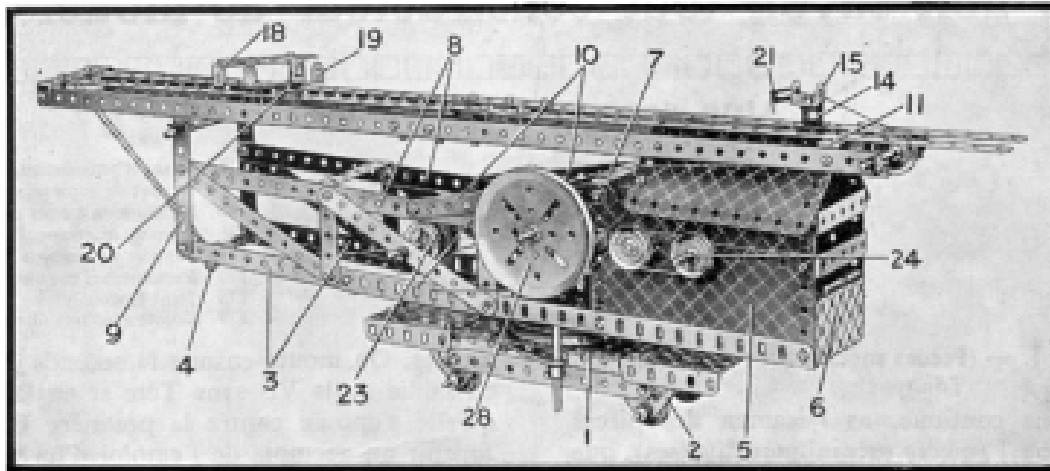

Fig. 3. Machine à enfoncer les pieux en ordre de marche.
Celui-ci consiste en une Plaque à Rebords de 14×6 cm. à chaque extrémité de laquelle est fixée une Plaque à Rebords de 9×6 cm. Ces deux dernières Plaques sont reliées à l'aide de deux Bandes de 14 cm., dont on voit l'une (1) sur la figure 3. Deux Embases Triangulées Plates 2 sont fixées à un côté de la grande Plaque à Rebords dont le côté opposé est muni de deux Embases Triangulées Coudées fixées à l'aide de Supports Plats. Ces Embases sont réunies par des Bandes de 14 cm. et portent des Tringles de 9 cm., sur lesquelles sont montées les roues de translation. Des supports latéraux sont aménagés afin d'empêcher la machine de basculer d'un côté ou de l'autre.
La masse est formée d'une Bande Coudée de 38 × 12 mm à l'extrémité inférieure de laquelle sont boulonnés un Support Plat 16 et deux Équerres de 12 × 12 mm. 17. L'extrémité opposée de la Bande Coudée porte une autre Bande Coudée de 60 × 12 mm. 18 et un Support Double 19. Une Poulie folle de 12 mm. 20 glisse entre les Bandes-guides. A l'Équerre 21 est attachée une corde 22 qui passe sous une des Poulies 23 et est fixée à la Manivelle à Main 24. La corde 25 servant à baisser le bâti vertical passe également autour d'une des Poulies 23 et est fixée à une Manivelle à Main sur laquelle est montée la Poulie de 25 mm. 26. Pour baisser le bâti, la Courroie de Transmission 27 sert à relier la Poulie 26 à la Manivelle à Main 24 (fig. 3).